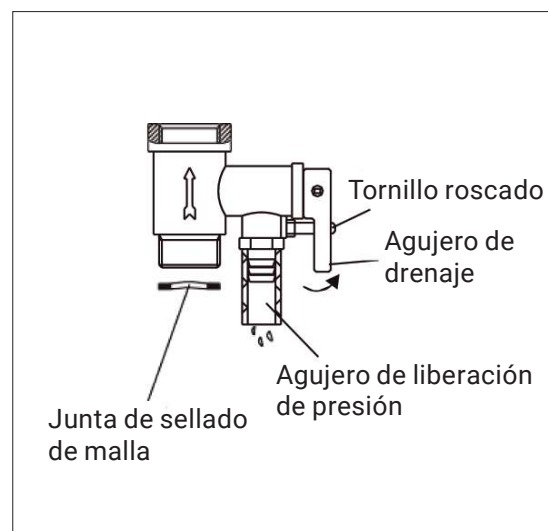

Fig.7
- Desenrosque el tornillo roscado de la válvula de seguridad multifunción y levante la manija de drenaje hacia arriba (ver Fig.7) para drenar el agua del tanque interior.